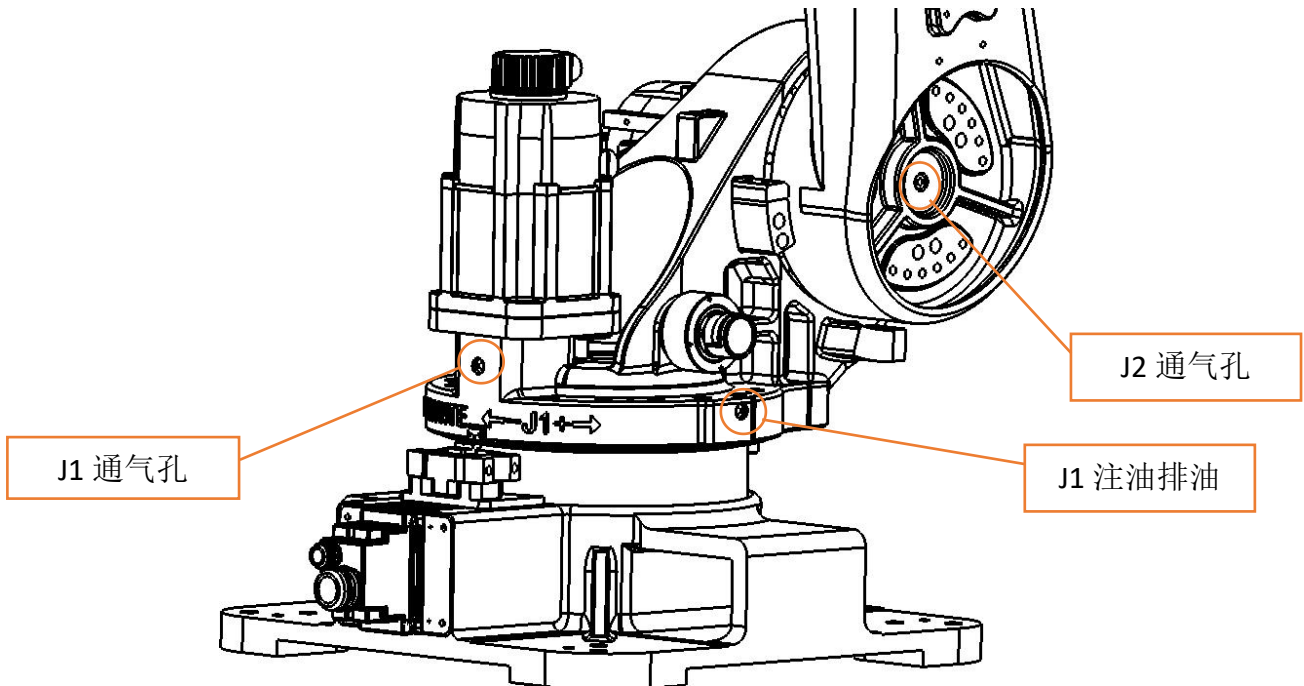

图 3.1
1) J1 轴换油图 3.1 示, 机器角度: 任意即可
2) J2 轴换油图 3.1、3.2 示: